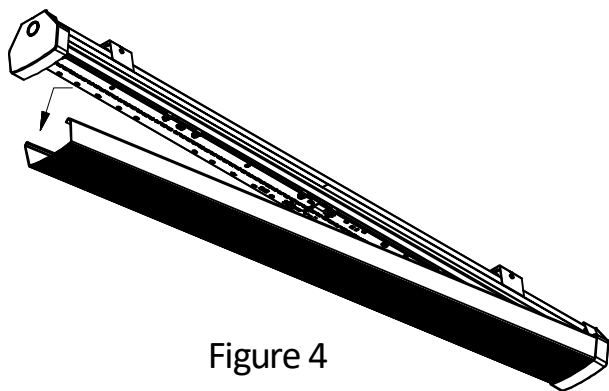

Figure 4
- B. Avec les côtés de la lentille poussés vers l'intérieur à une extrémité, déplacer la lentille en entier vers cette extrémité tel qu'illustré. (Voir Figure 4)